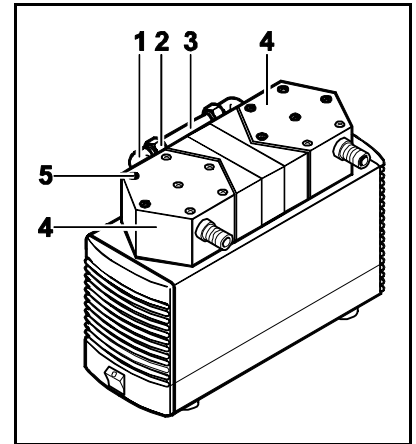

Abb. 4: Pumpenkopf abmontieren
3. Außenliegende Schrauben (Abb. 4/5) von den Pumpenköpfen lösen.